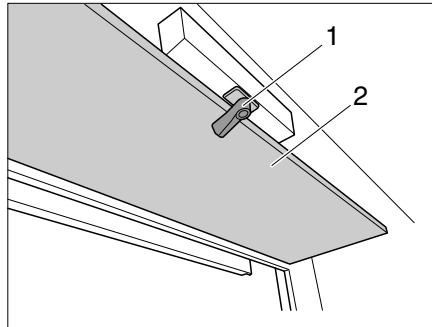

Fig. 153 Sportello per manovella
- Sbloccare il bloccaggio (Fig. 153,1) e ribaltare lo sportello (Fig. 153,2) verso il basso. Dietro lo sportello è situata la manovella per la regolazione in altezza.